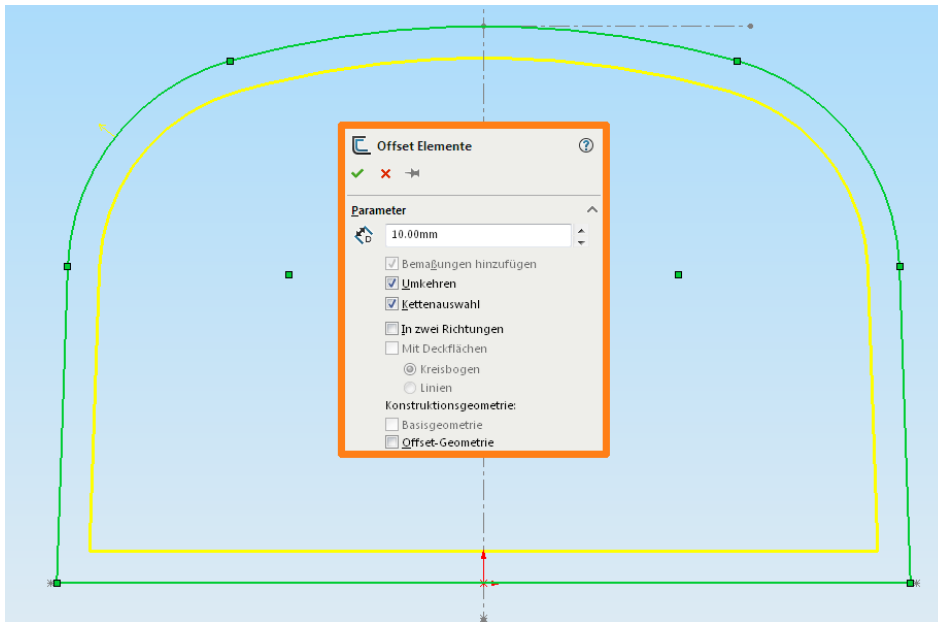

Bild 6.9:
- Klicken Sie rechts über einer Linie der Grundskizze und aktivieren Sie die *Kettenauswahl* – dadurch wird die *gesamte* Kontur gewählt. Rufen Sie dann *Extras*, *Skizzieren*, *Offset Elemente* auf. Im PropertyManager stellen Sie nun als *Offset 10 mm* ein. Aktivieren Sie *Umkehren*, um eine verkleinerte Kopie zu erzeugen. Bestätigen Sie dann (Abb. 6.9).